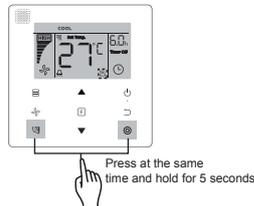

Figura 6.15
- 2) Activar la función **Follow Me**: Cuando la función **Follow Me** está desactivada, mantenga pulsados los botones  (Oscilación) y  (Confirmar) al mismo tiempo durante 5 segundos para volver a activar la función **Follow Me** y que su icono correspondiente  aparezca en pantalla (ver Figura 6.15).